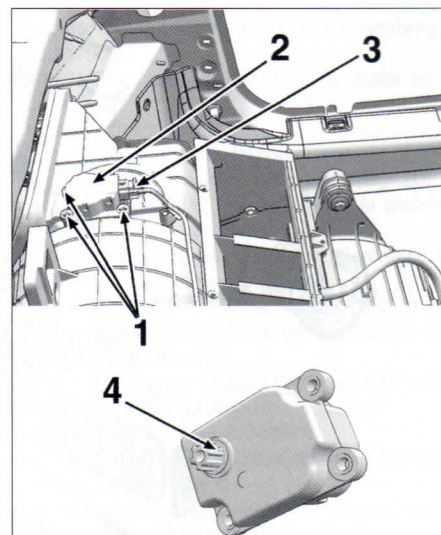

FIG. 9
Desmontar los tornillos (1) (**fig. 9**)